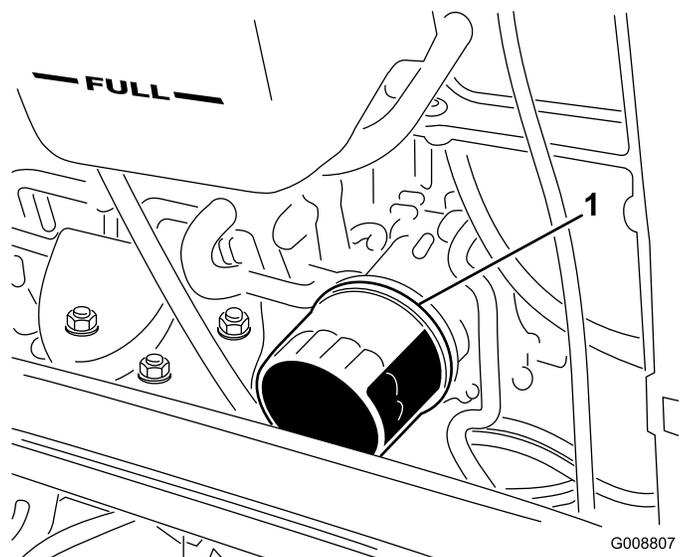

図 32
2. オイルフィルタ 図 32 を外す。新しいフィルタのシールに薄くエンジンオイルを塗って取り付ける。締めすぎないように注意すること。